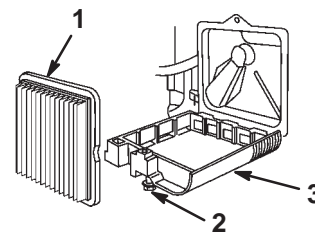

Figure 21
3. Desserrez la vis de fixation du couvercle du filtre à air. (Fig. 21).
4. Abaissez le couvercle et nettoyez-le soigneusement (Fig. 21).
5. Enlevez et jetez l'élément filtrant en papier (Fig. 21).
6. Insérez un élément en papier neuf (Fig. 21).